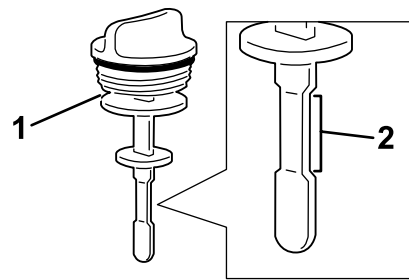

Figure 90
4. Ressortez la jauge et vérifiez le niveau de liquide (Figure 90).